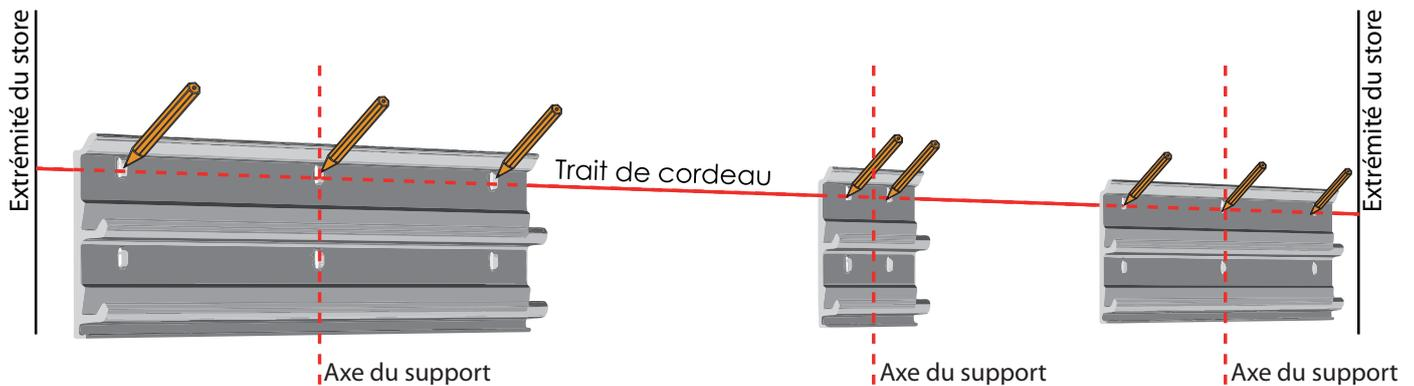

Fig 5
**5 -** Positionner les supports sur le mur et tracer l'emplacement précis des trous de fixation (fig 5).